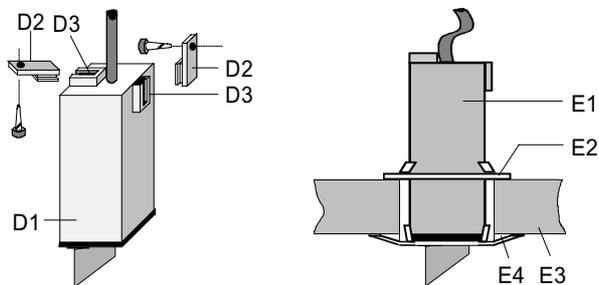

Bild 4: Montage des Empfängers
Allgemeine Beschreibung (Bild 4)
- Beim Helligkeitssensor GE 254 kann der Empfänger auch auf einem Montageträger befestigt werden (siehe Bild 4).